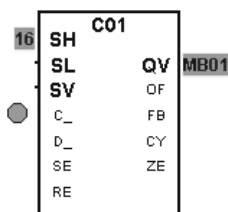

Рис. 8.12. Отображение счетчика в схеме функциональных блоков
Например, счетный модуль отображается в схеме функциональных блоков в виде, показанном на рис. 8.12. Здесь показано, что в схеме использован счетчик C01, верхнее заданное значение (SH) установлено на 16, а текущее значение выхода временно сохранено в маркер-байте MB01. Входы и выходы функционального блока всегда отображаются жирным шрифтом (здесь **SH**, **SL**, **SV** и **QV**). Входы находятся на левой стороне, выход - на правой. Входы функционального блока принимают 32-битные значения, выход QV выдает текущее значение функционального блока, который также имеет формат 32-битного значения. QV может сохраняться в маркер-байте (MB), маркер-слове (MW), маркер-слове двойной длины (MD) либо передаваться напрямую на аналоговый выход устройства.
Если в схеме соединений использованы контакты или катушки, модуль сообщает об этом с помощью зеленых кругов (например, на рис. 8.12 перед катушкой **C_**).